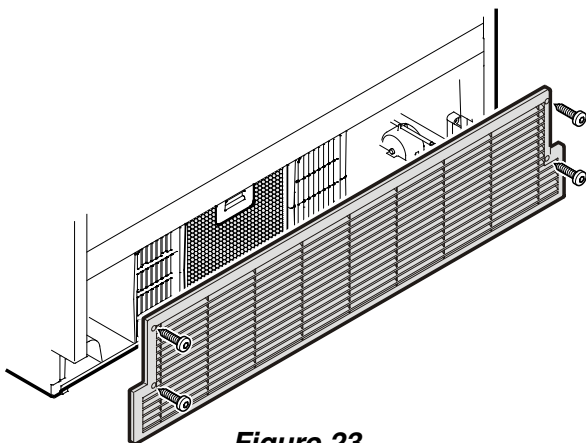

Figure 23
- Ouvrir le tiroir inférieur du congélateur et dévisser la grille de ventilation - **Figure 23**.